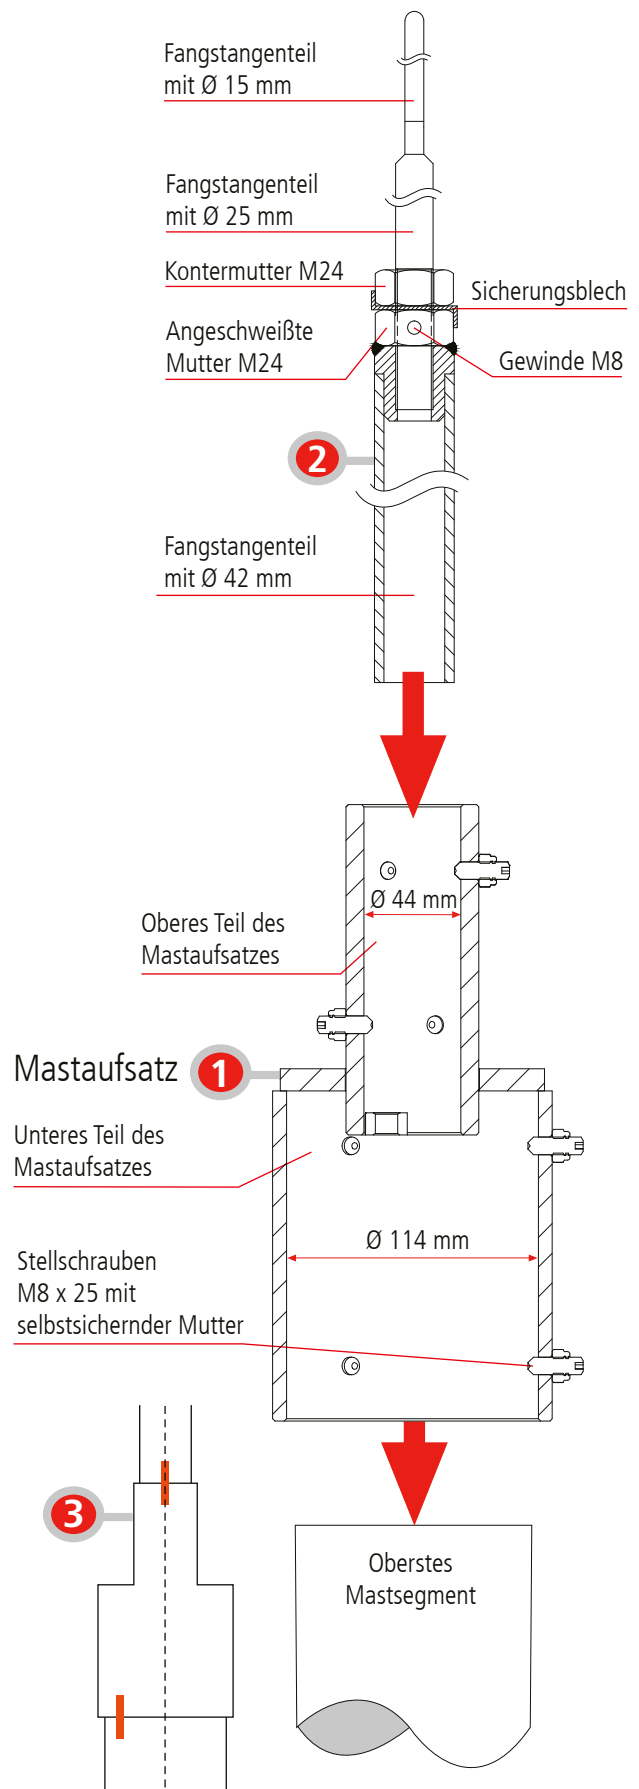

Bild 7 Mastaufsatz und Fangstange
- 1** – Übersteckung von ca. 150 mm anzeichnen. Mastaufsatz mit dem unteren Ende (\varnothing 114 mm) auf das oberste Mastsegment aufsetzen (evtl. leicht mit Kantholz aufschlagen) und die sechs Stellschrauben (M8 x 25) mit einem Inbusschlüssel festschrauben (25 Nm). Die selbstsichernden Muttern mit einem Steckschlüssel festziehen. Dabei den Inbusschlüssel festhalten. Das Anzugsmoment beträgt jeweils 25 Nm (siehe Bild 7).
- 2** – Fangstange \varnothing 42 mm / \varnothing 25 mm / \varnothing 15 mm mit dem unteren Ende in den oberen Teil des Mastaufsatzes (\varnothing 44 mm) einführen und die sechs Stellschrauben (M8 x 25) mit einem Inbusschlüssel festschrauben (25 Nm). Die selbstsichernden Muttern mit einem Steckschlüssel festziehen. Dabei den Inbusschlüssel festhalten. Das Anzugsmoment beträgt 25 Nm. Die Kontermutter M24 fest anziehen (100 Nm). Dabei sollte die untere Mutter fixiert sein. Das Sicherungsblech so anbiegen, dass die angeschweißte Mutter M24 und die Kontermutter M24 nicht mehr gegeneinander verdreht werden können (siehe Bild 7). Die M8 Schraube, die in die angeschweißte M24 Mutter gedreht wird (7 Nm) und auf die eingesetzte Stange und deren Gewinde trifft, verhindert ein Herausdrehen zusätzlich.